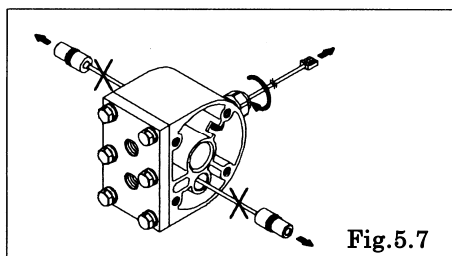

Fig.5.7
- ・ニッパでセンサーのコードを切断する。〔Fig.5.7〕